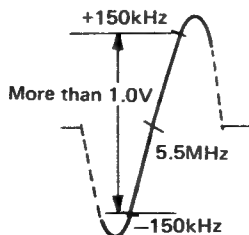

Fig. 17 Abb. 17
2. Adjust L201 to achieve the waveform as in fig. 17.
2. L201 auf eine Wellenform gemäß Abb. 17 abgleichen.